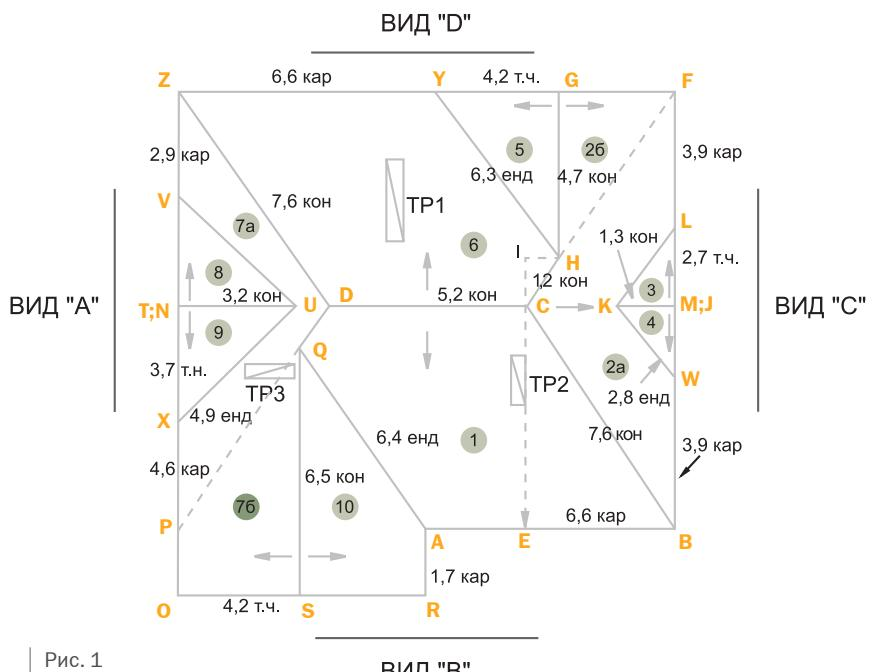
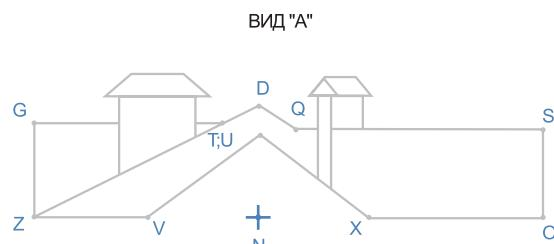
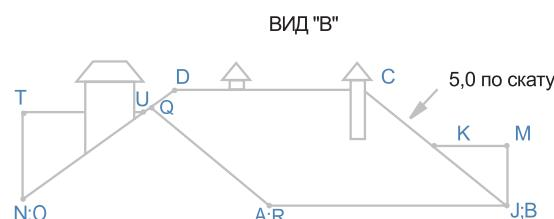
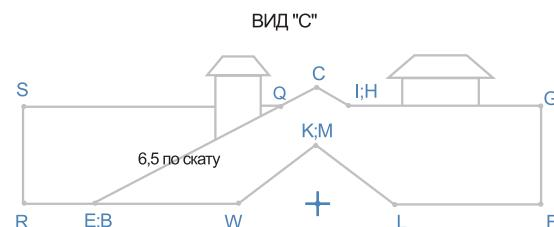

Рис. 1
Рис. 2
Рис. 3
Рис. 4
В дальнейшей работе с руководством Вам понадобятся: знания по геометрии и алгебре в объеме средней школы, чистый лист бумаги, карандаш, линейка, ластик. Полезны будут аккуратность и терпение. Вам будет необходим чертеж кровли, аналогичный представленному нами на рис. 1. В идеальном варианте заказчик предоставит Вам для расчета чертежи четырех фасадов (рис. 2, рис. 3, рис. 4, рис. 5) и вид кровли сверху (рис. 1).
Ее можно легко решить, мысленно разбив кровлю на составляющие ее прямоугольники, треугольники и трапеции. Так, к примеру, кровля, показанная на рис. 1, состоит из десяти элементов: одной трапеции (10), пяти треугольников (3, 4, 5, 8, 9) и четырех многоугольников (1, 2, 6, 7), которые мы тоже можем разделить на стандартные геометрические фигуры. Скат 2 мысленно делится на 2 треугольника (2а и 2б), где 2б идентичен скату 5. Скат 7 делится также на 2 треугольника 7а и 7б, где 7б идентичен скату 10. Скат 1 и 6 принимаем за параллелограммы.
При измерении того или иного элемента советуем Вам на чертеже «Вид сверху» сразу помечать размер этого элемента с указанием, что это за элемент. **Например:** DC — это конек, его размер 5,2 м. Можно обозначить его как $5,2_{\text{кон}}$ и проставить на чертеже, как показано на рис. 1 «вид сверху». Карниз можно обозначить, например, $10,5_{\text{кар}}$, ендова — $6,4_{\text{енд}}$, фронтон (торцевые части) — $4,2_{\text{т.ч.}}$, примыкание — $-4,6_{\text{прим.}}$.